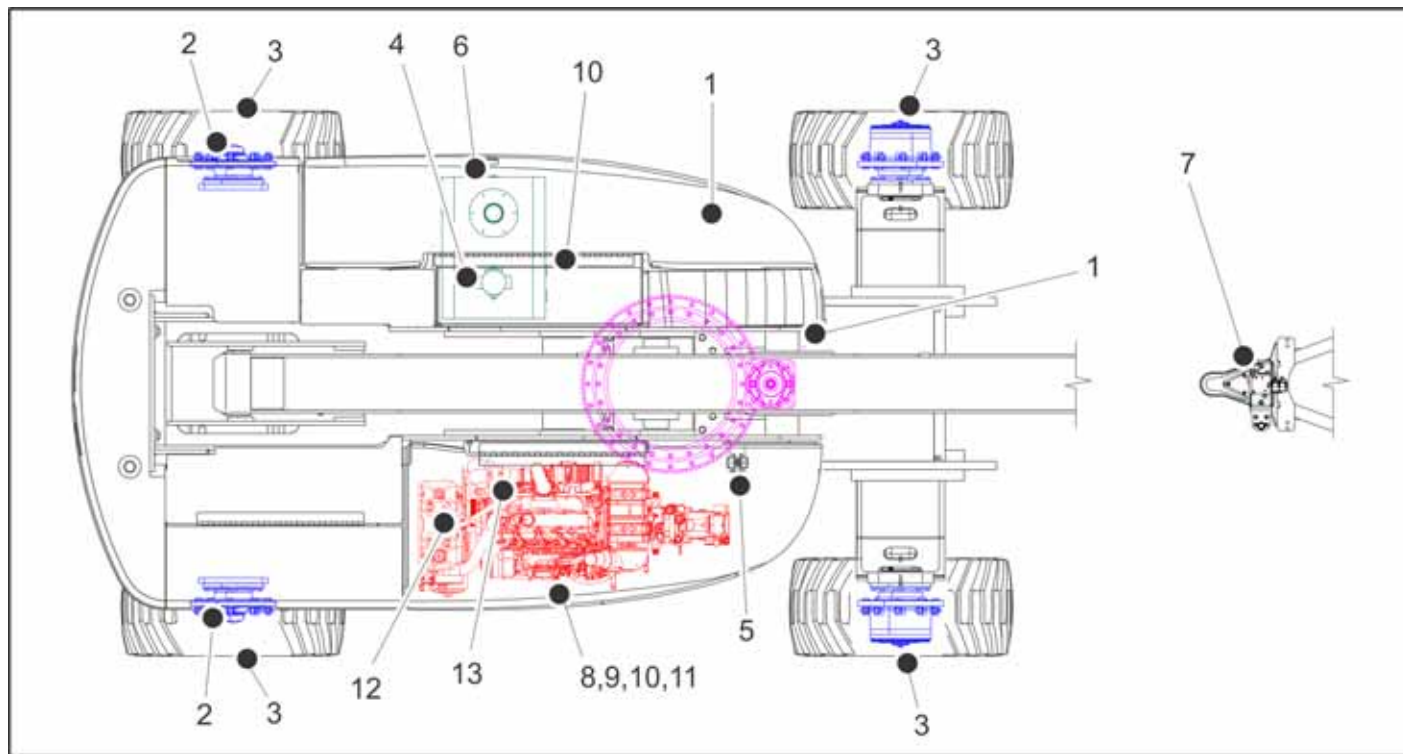

图 6-6. 维护和润滑图
**注意：** 下面数字对应图6-6.，维护和润滑图中的数字。